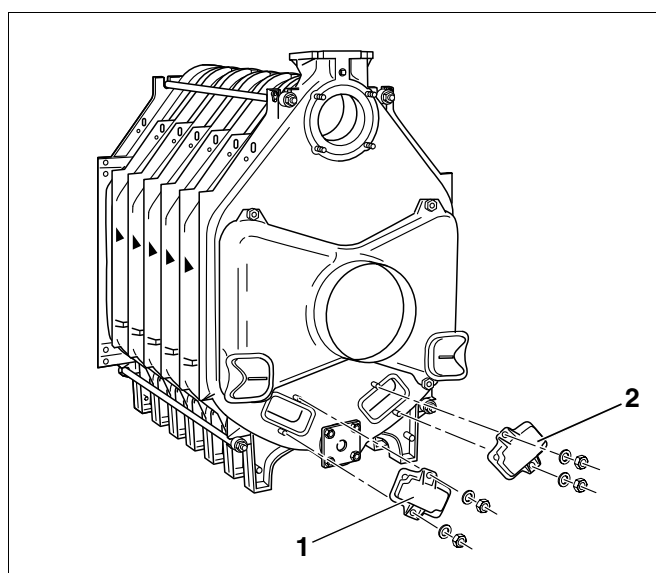

Fig. 30 Montering af rensedæksler
- Skru rensedækslerne på bagelementet igen med spændeskiver og møtrikker (fig. 30, **pos. 1** og **2**).